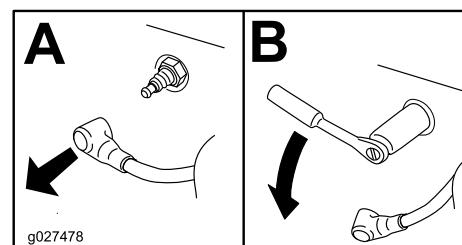

Рисунок 49
- Найдите и снимите свечу (свечи) зажигания, как показано на Рисунок 49.